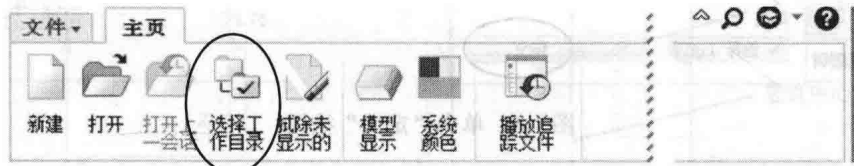
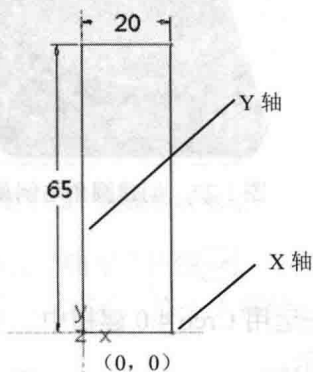
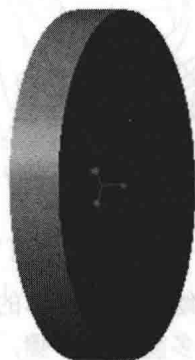

图 1-2 单击“选择工作目录”按钮
图 1-27 绘制矩形截面
图 1-28 创建圆形实体
(1) 启动 Creo Parametric 4.0，在 Creo Parametric 4.0 的起始界面下单击“选择工作目录”按钮，如图 1-2 所示，选取 D:\Creo 4.0 Ptc\Work\为工作目录，所创建的建模图放在此目录下。
(1) 启动 Creo Parametric 4.0, 在 Creo Parametric 4.0 的起始界面下单击“选择工作目录”按钮, 如图 1-2 所示。选取 D:\Creo 4.0 Ptc\Work\为工作目录, 所创建的建模图放在此目录下。
(2) 单击“新建”按钮 , 在【新建】对话框中“类型”选中“零件”, “子类型”为“实体”, “名称”为“zhoutao”, 取消“使用默认模板”前面的 ☒。
(3) 单击“确定”按钮 , 在【新文件选项】对话框中选择“mmns_asm_design”模板 (单位: mm·N·s, 即毫米·牛顿·秒), 单击“确定”按钮 。
(4) 在“模型”选项卡中单击“旋转”按钮，再在操控板中单击“放置”按钮，然后在“草绘”滑板中单击“定义”按钮。
(5) 选取 FRONT 基准面为草绘平面，RIGHT 基准面为参考平面，方向向右。
(6) 在【草绘】对话框中单击“草绘”按钮，进入草绘模式。
(7) 单击“草绘视图”按钮，定向草绘平面与屏幕平行。
(8) 单击“基准”区域的“中心线”按钮，沿 X 轴创建一条中心线。
(9) 单击“拐角矩形”按钮，在工作区中绘制矩形截面（20mm×65mm），如图 1-27 所示。
(10) 单击“确定”按钮，在操控板中选取“实体”按钮，深度类型选“盲孔”选项，角度为 360°。
(11) 单击“确定”按钮，创建旋转特征，切换成标准方向视角后如图 1-28 所示。